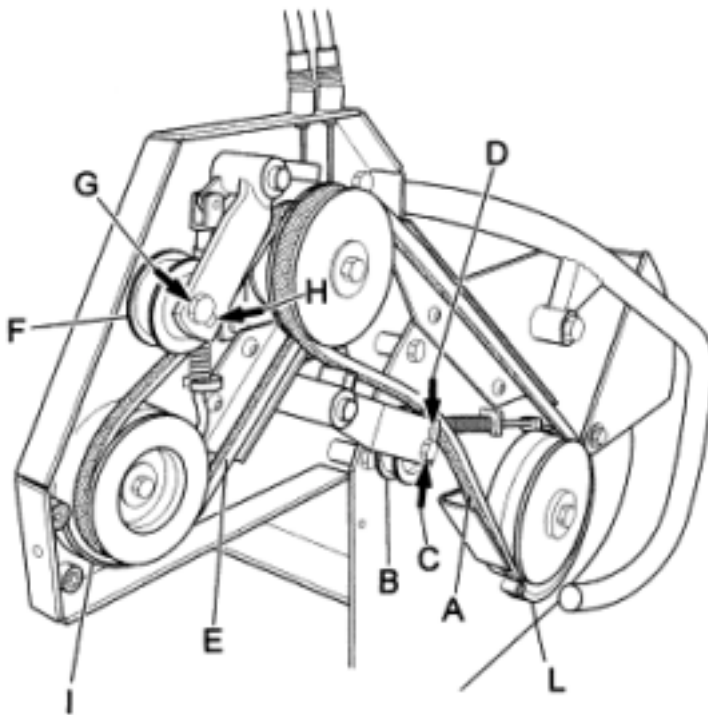

Fig. 9
- in caso la cinghia (fig. 9 rif. A) risulti allentata e quindi non svolga correttamente la sua funzione di trascinamento rotore lame , occorre spostare il tenditore (fig. 9, rif. B) dal foro inferiore (foro C) a quello superiore (foro D).
- in caso la cinghia (fig. 9 rif. E) risulti allentata e quindi non svolga correttamente la sua funzione di trascinamento della puleggia avanzamento macchina, occorre spostare il tenditore (fig. 9, rif. F) dal foro superiore (foro G) a quello inferiore (foro H).
ATTENZIONE. Dopo aver completato le regolazioni descritte sopra, è necessario verificare che il freno del rotore porta lame (fig.9, rif.L) ed il freno di avanzamento della macchina (fig. 9, rif.I) svolgano la propria funzione di sicurezza, arrestando rispettivamente il movimento del rullo ed il movimento della macchina.